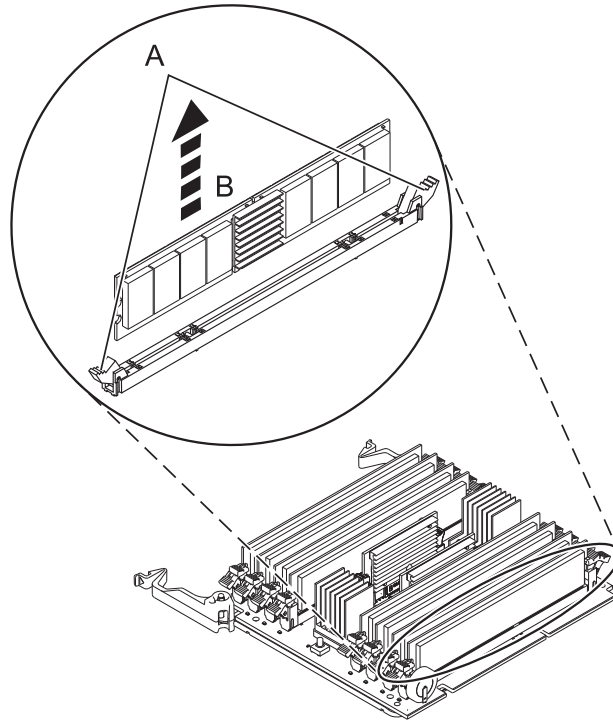

図 20. メモリー・モジュールの取り外し
11. 31 ページの図 20 に示すように、ロッキング・タブ (A) を押して開き、メモリー・モジュールのロックを解除します。メモリー・モジュール (B) を持ち上げて、コネクターの外に出します。このタブ操作で、メモリー・モジュールがコネクターの外に押し出されます。